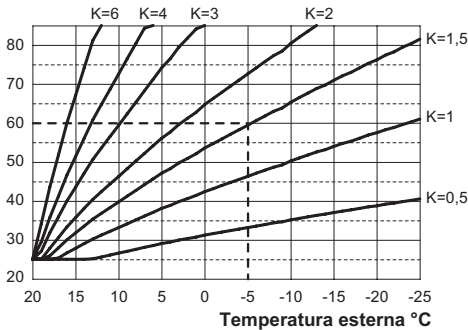
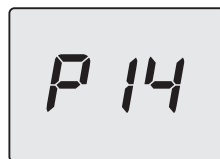

Figura 5.54
Figura 5.60
Se alla caldaia **È COLLEGATO** il comando remoto (opzionale) riferirsi alla Figura 5.54.
Quando si installa la sonda esterna bisogna impostare questo parametro in base al rendimento dell'impianto di riscaldamento per ottimizzare la temperatura di mandata (Figura 5.54).
Es. Per avere una temperatura di mandata all'impianto di riscaldamento di 60°C con una esterna di -5°C si deve settare un K di 1,5 (linea tratteggiata in Figura 5.54).
- Utilizzando i tasti 12 o 14 è possibile modificare il valore del parametro 14 da un minimo di **00** ad un massimo di **60** in base alla curva scelta del coefficiente K in Figura 5.54 (il valore letto sul display, in Figura 5.60, corrisponde a **K = 1,5**).